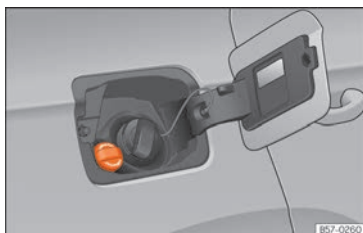

Fig. 265 Tapón de la boca de llenado del depósito de AdBlue.
- Abra la tapa del depósito »» **fig. 265**.
- Gire el tapón de cierre de la boca de llenado de SCR hacia la izquierda » fig. 265.